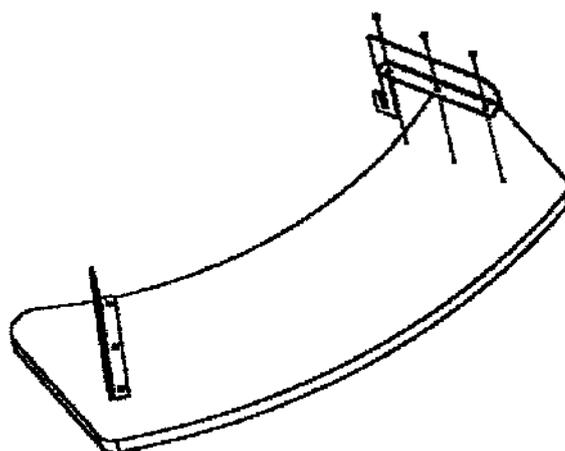

Рисунок 2
6. Навесьте 4 пристолья вокруг гриля на бортик очага. Для этого необходимо прикрепить саморезами по два «Z-образных» кронштейна (левый и правый) к каждому пристолью в предварительно намеченные отверстия с нижней стороны (рисунок 2).